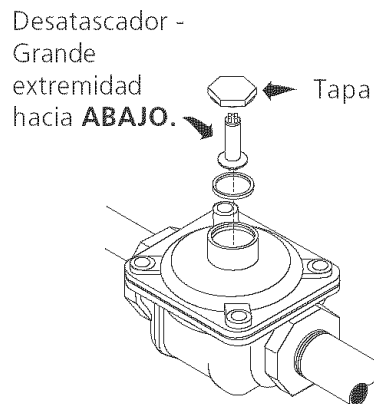

Figura 6 - LP Gas
1. Para Convertir el regulador de presión de Gas Natural a LP, proceda de la siguiente manera (vea figura 6)